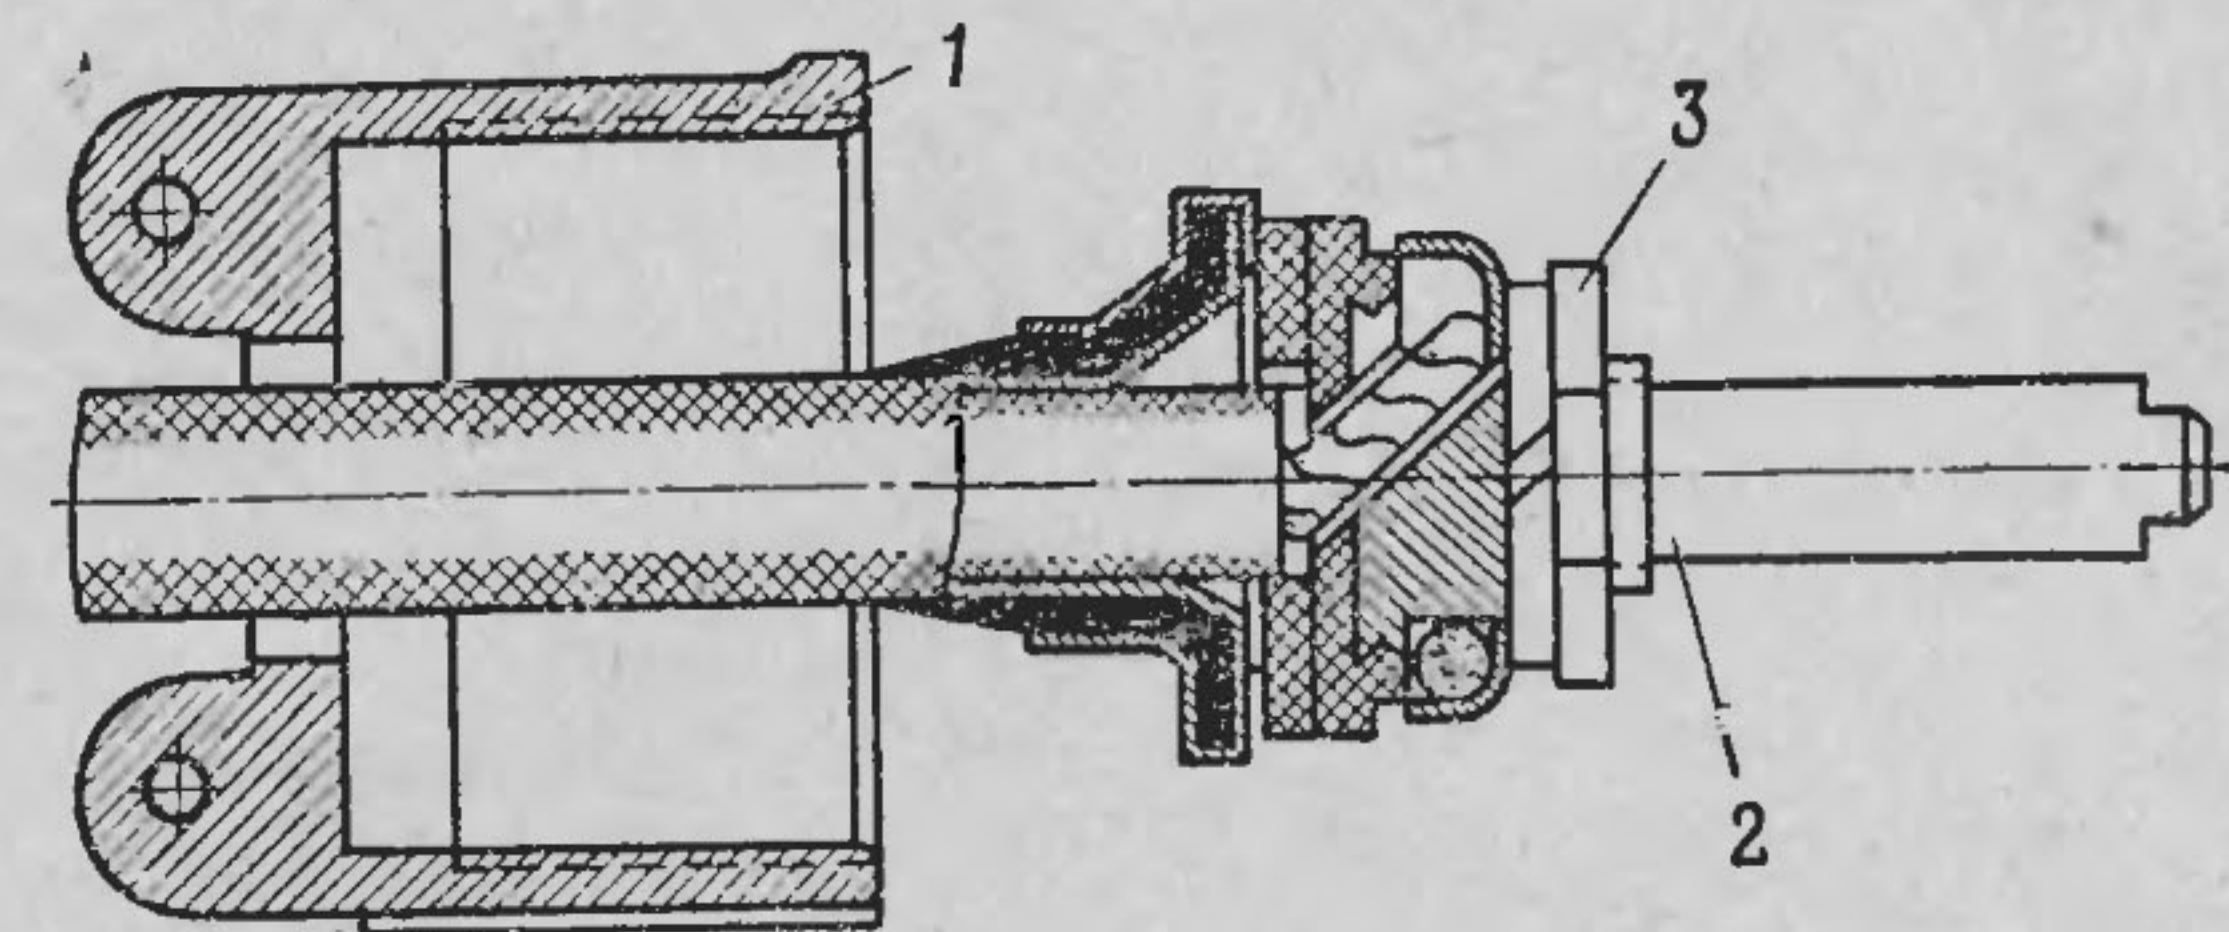

Рис. 11. Контактная вилка:
14. Очистить генератор от масла и грязи, проверить крепление генератора и затяжку гаек стяжных шпилек. На автомобиле ЗИЛ-131 проверить затяжку гаек 3 (рис. 11) контактных вилок,